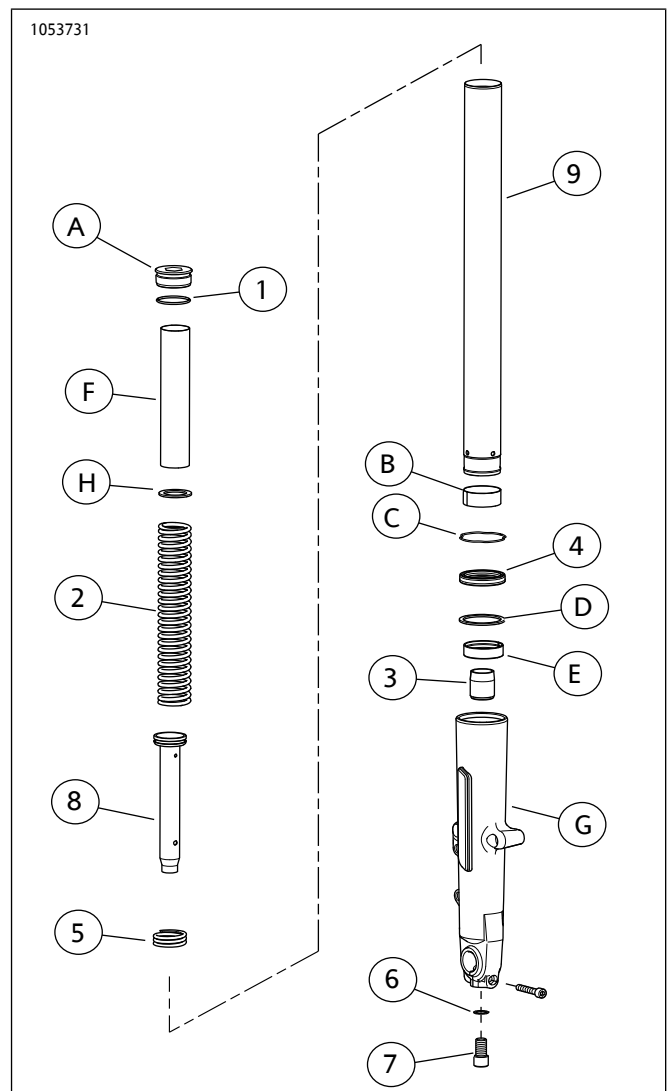

图6。维修零件：旅行套筒式前叉
- b. 参见图6。使叉螺栓（A）向上，将叉管（9）夹持于工具内侧的橡胶垫之间。拧紧旋扭，直至将叉管固定牢靠。
1. 参见图6。确保活塞环已安装至缓冲管、切口朝下。将新回弹弹簧(5)放在套件(8)中的新缓冲管上。将缓冲管插入新叉管(9)内。
- c. 参见图6。将固定夹(C)滑下叉管，直至接触叉油封。将固定夹安装至前叉滑管槽中。不得为了安装到叉管上而扩大或拉伸固定夹，否则固定夹将会损坏。
- d. 参见图6。将杆插入叉管顶部，直至金属环在叉管顶部放平。